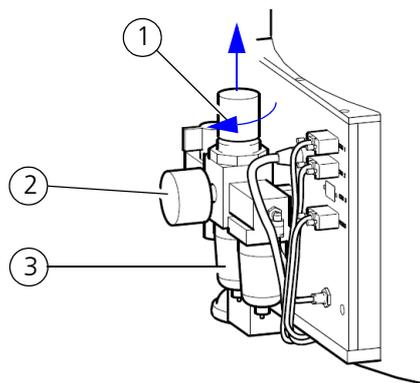

Abb. 69: Druckluft einstellen
1. Ziehen Sie den Knopf zur Druckeinstellung (→ *Abb. 69/1*) heraus.
2. Um den Druck zu erhöhen, drehen Sie den Knopf im Uhrzeigersinn, bis die Manometeranzeige (→ *Abb. 69/2*) 3,5 bar (0,35 MPa; 51 Psi) anzeigt.
3. Drücken Sie den Knopf (→ *Abb. 69/1*) nach unten, bis er deutlich einrastet.
Nimmt die Durchflussleistung stark ab oder bildet sich ein zu hoher Druckabfall, veranlassen Sie einen Austausch des Filters (→ *Abb. 69/3*). Kontaktieren Sie dazu Ihren Servicepartner oder den Service der CyBio AG (→ *siehe Seite III*).